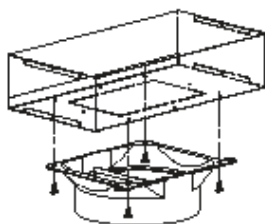
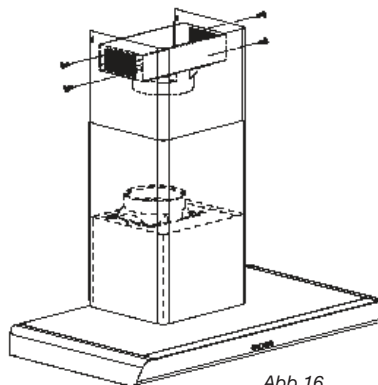

Abb. 15
Abb. 16
- Installieren Sie den Kanaladapter am Abweiser (Abb. 15).
- Installieren Sie den Abweiser (Abb. 15) in den oberen Kamin auf Höhe der Belüftungsöffnungen (Abb. 16).